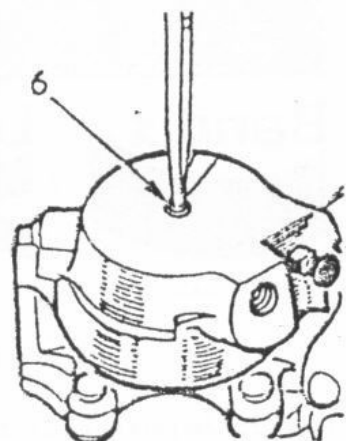

fig. 4
13-2 Guider à l'aide d'un petit tournevis l'axe du système de réglage automatique (6) pour le faire passer dans son logement (fig. 4).